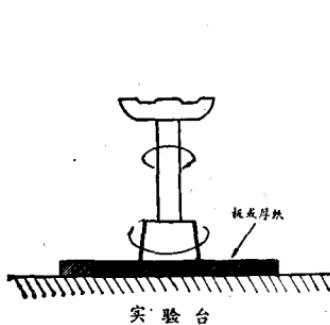

图12
① 橡皮塞打孔时，选择钻孔器的外径与所要钻的孔的直径大致相同。如（图12）所示，操作时将钻孔器垂直对准塞子中央，一面注意保持垂直，一面使钻孔器及橡皮塞互相以相反方向转动。同时注意钻孔器不要偏离中心，且不宜过于用力挤压，而使两者很好地旋转。